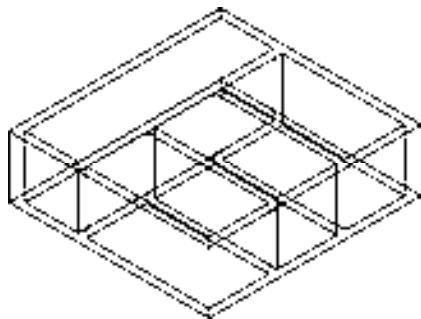

图 3-10 三维效果
4) 将当前视图转换为“西南等轴测视图”，查看等分加墙的三维效果，如图 3-10 所示。